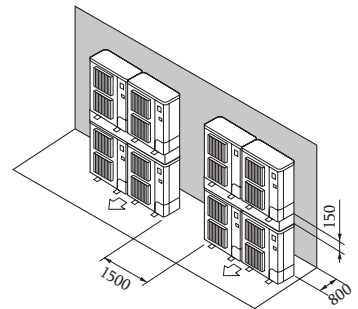

Fig. 2-15
- ⑦ Բլոկների դասավորություն ուղղահայաց շարքերով (Fig. 2-15)